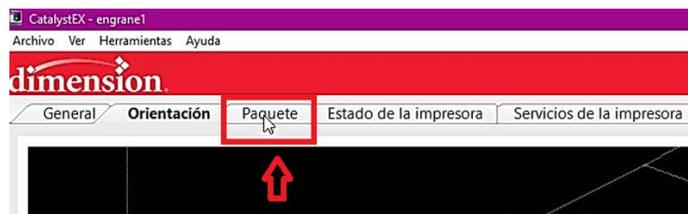

Figura 2.16 Pestaña **Paquete**.
- En la pestaña superior, seleccionar **Paquete** (Figura 2.16).